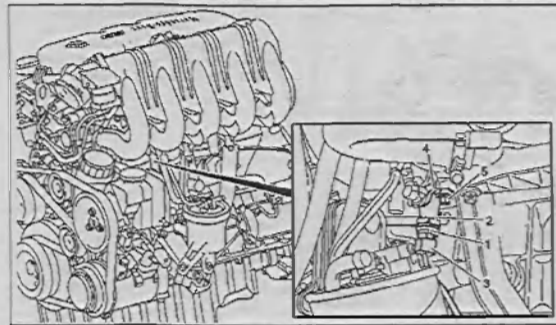

Рис. 3.36. Снятие и установка датчика давления топлива:
1. Отсоедините разъем проводки 3 от датчика давления топлива 1 (рис. 3.36).